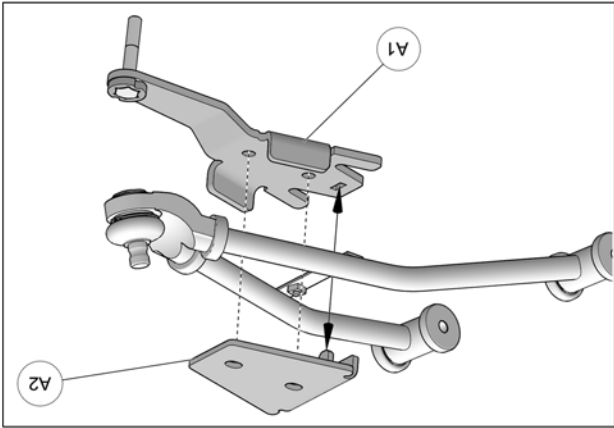

Fig. 16
5. Positionner la partie inférieure de l'ancrage anti-rotation (A1) sous le bras de suspension inférieur. Positionner la partie supérieure (A2) au-dessus du bras de suspension. Aligner les trous et insérer le tenon de la partie supérieure dans l'ouverture de la partie inférieure. Voir la Fig. 16